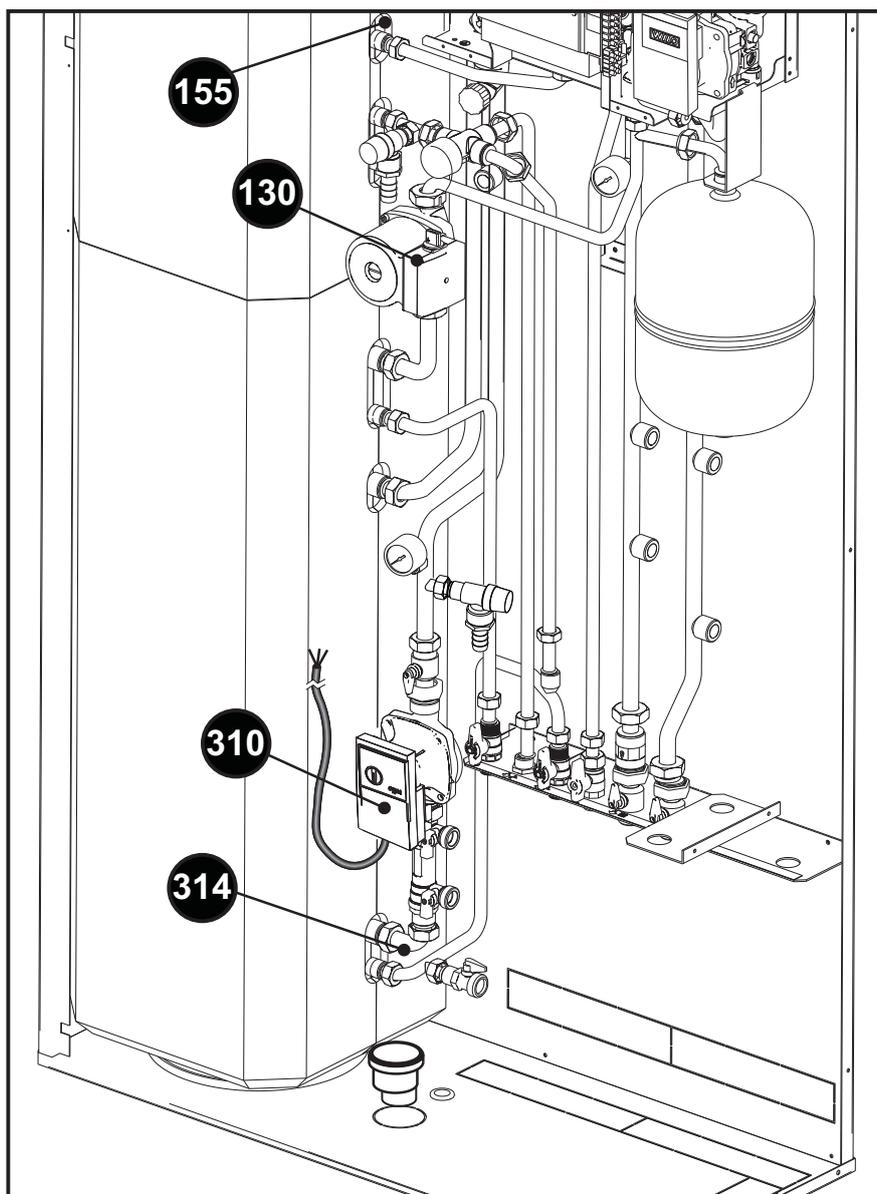

fig. 40 - Connessioni elettriche
- Connettere elettricamente i seguenti cavi ai componenti come descritto di seguito (fig. 40):